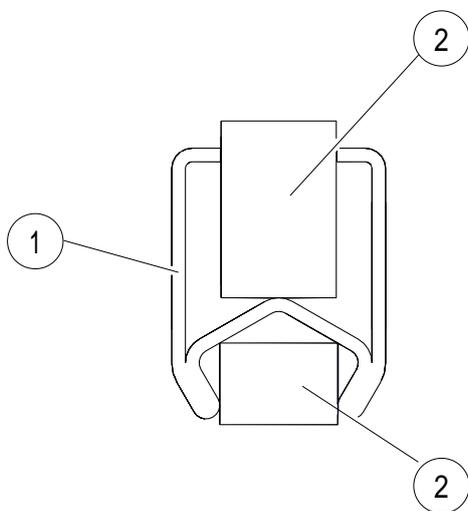

Abb. 1: Kunststoff-Einlegeteil (im Lieferumfang enthalten)
- Die mitgelieferten Kunststoff-Einlegeteile verwenden (siehe Abb. 1), um einer Verformung des Profilquerschnittes entgegen zu wirken!
Falls die Schiene nach dem Biegen verdrillt ist, kann sie mit dem optionalen Richtwerkzeug entsprechend gerichtet (siehe Abb. 1) werden. Das Richtwerkzeug (Bestell-Nr.: 08-W100-0594) ist nicht im Lieferumfang enthalten.